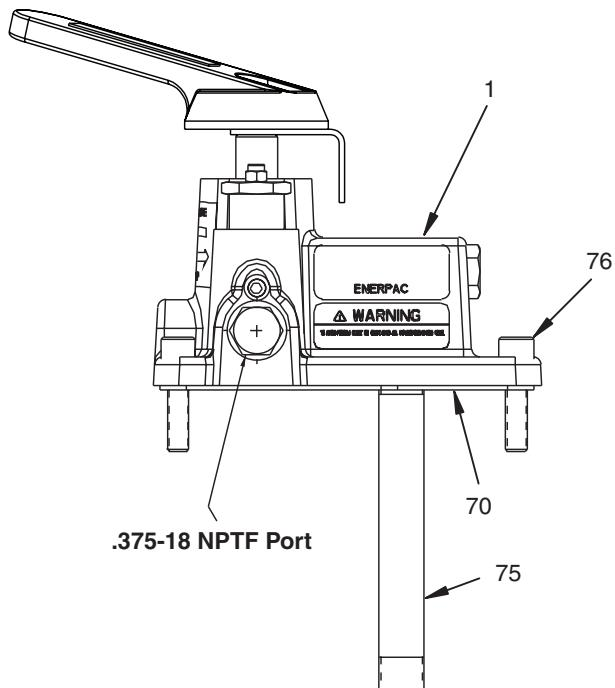

Figure 1, VM32 Manual Valve, Pump Mount
Repair Parts List for Figure 1 VM32 Manual Valve Pump Mount
1. Remove the 4 socket head cap screws and remove the valve from the pump (item 76, figure 1).
2. Remove the return tube (item 75) and gasket (item 70) and retain (figure 1).
1. Enlever les quatre (4) vis d'assemblage à six pans creux puis déposez la soupape de la pompe (article 76, figure 1).
2. Enlever le flexible de retour (article 75) puis le joint d'étanchéité (article 70) et conservez les (figure.1).